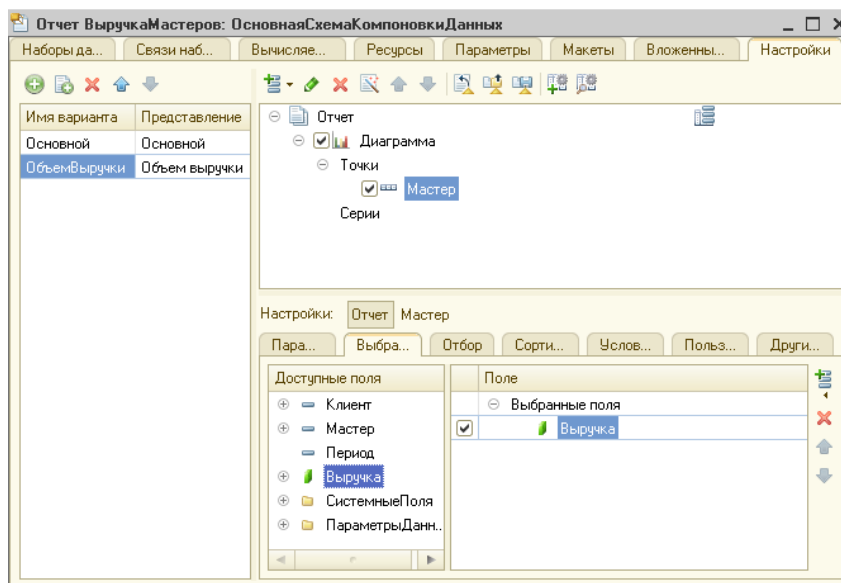

Рисунок 89 Настройки отчета
21. На вкладке **Выбранные поля** укажите поле **Выручка** (рис. 89).